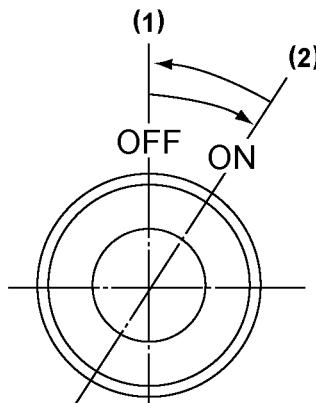

Figura 2
5. Rode o comutador de chave para a posição ON (Figura 2, (2)). No painel de instrumentos, certifique-se de que os indicadores acendem e o alarme toca. Isto indica se todos os indicadores e o alarme estão a funcionar devidamente.